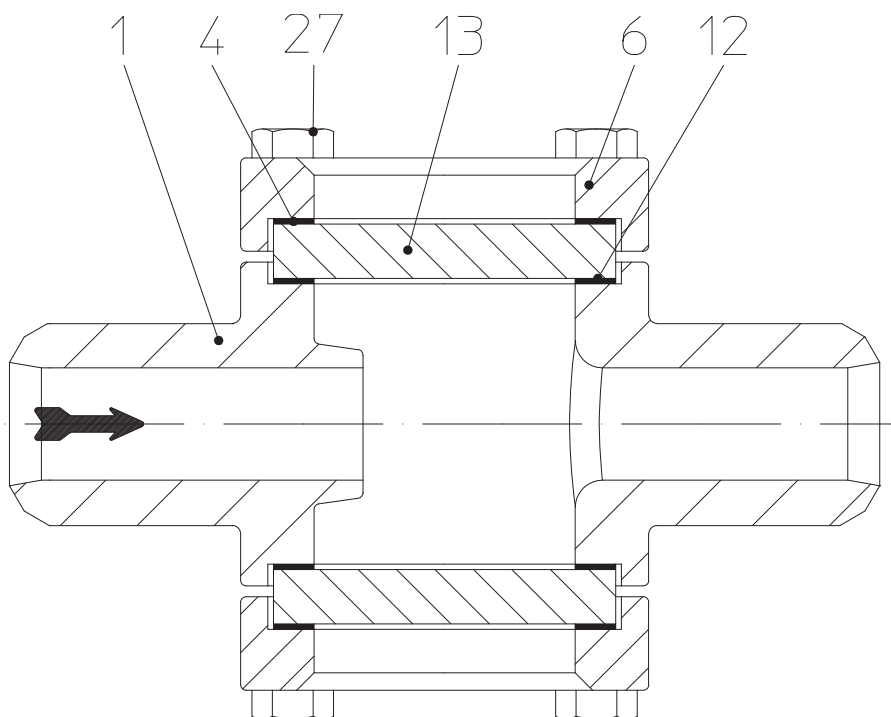

Fig. 2: Contrôleur de circulation - série 660 PN16/40
(voir Fig. 2 page 4)
Si les glaces de regard sont remplacées, des joints (pos. 12) de qualité appropriée doivent être utilisés et la couche intermédiaire (pos. 4) doit également être remplacée (voir Fig. 2 page 4).